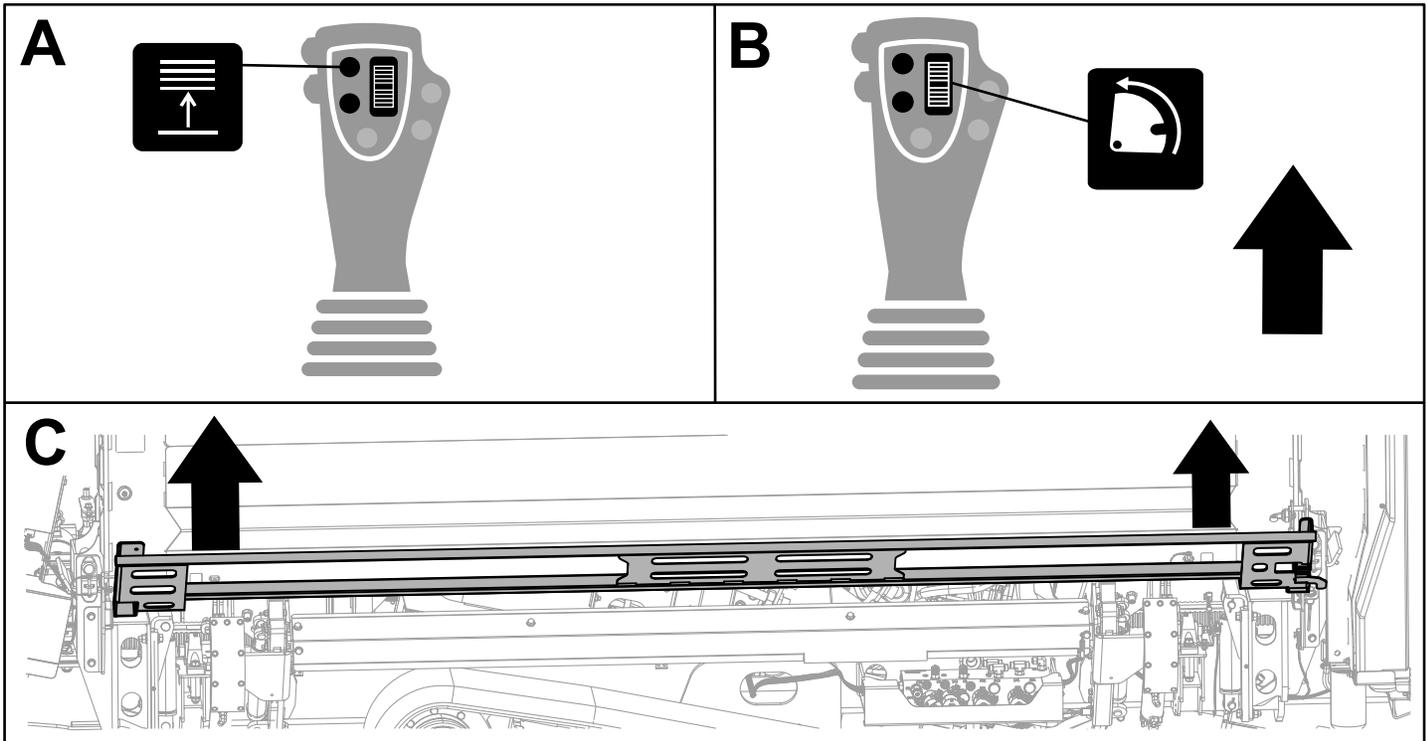

Bild 42
3. Heben Sie die Rohrheber an (Bild 42).
4. Drücken Sie die Skala zum Drehen der Nocke nach OBEN, um die Nocke außerhalb der Rohrbox zu drehen (Bild 42).
5. Heben Sie die Rohrlader-Schutzvorrichtung an (Bild 42).